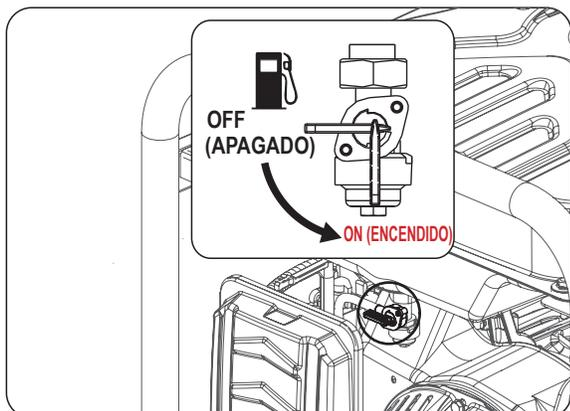

Figura 6
- Gire la válvula de combustible a la posición "ON" (abierta). (Consulte la figura 6)